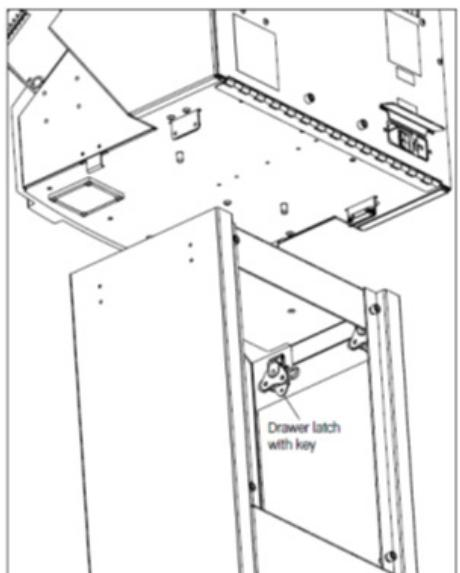

图 2. 将控制单元组装到支架
3. 将控制单元的底座与滚轮底座的顶部对齐, 将控制单元向下放在滚轮底座上(图 2)。